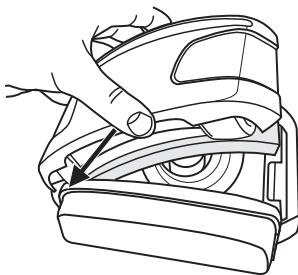

Fig. 7d
- Instale como se indicó, con cuidado de que el lado con bisagra de la cubierta quede instalado antes de la matraca en el motor ventilador (Fig. 7d).